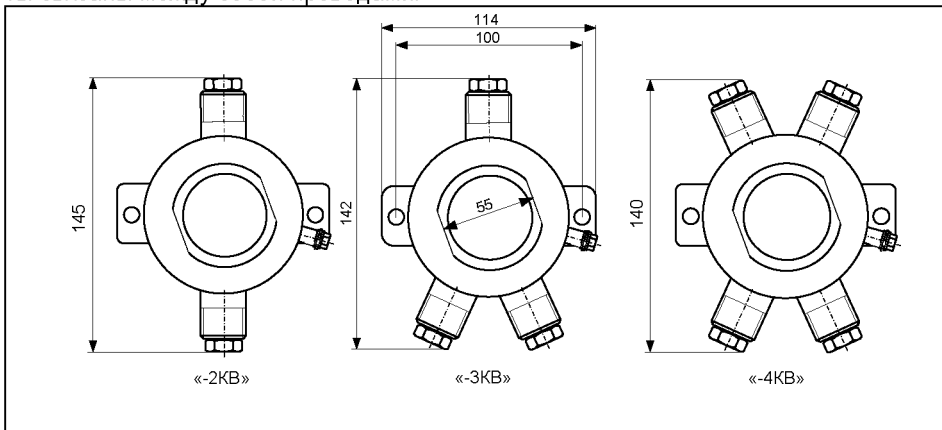
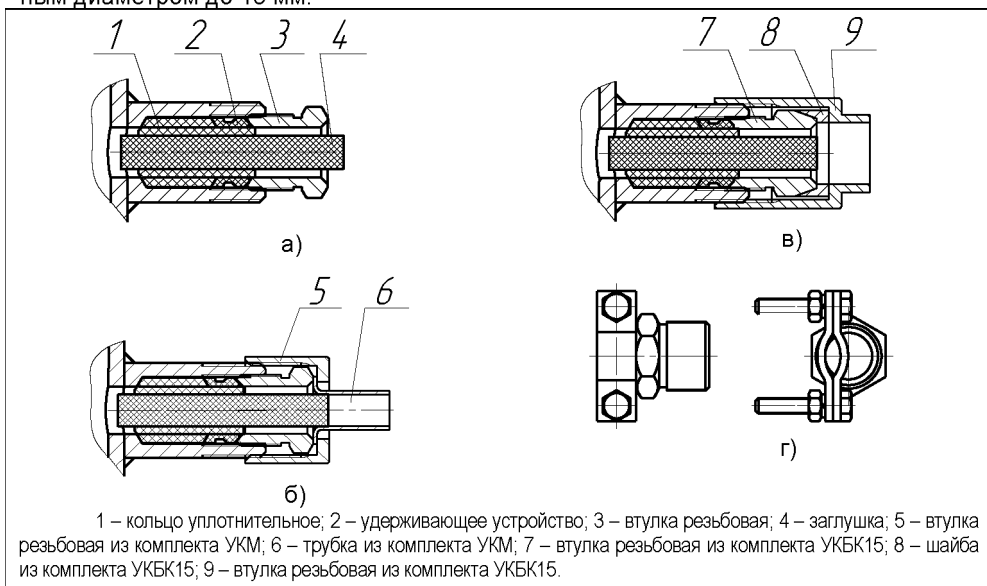

Рисунок 1 – Варианты исполнения корпуса
Рисунок 2 – Элементы кабельных вводов:
5.1.1 Адаптер (рис. 1) состоит из стального корпуса с кабельными вводами (число кабельных вводов – 2, 3, 4 – определяется вариантом исполнения), в котором размещены две печатные платы с элементами схемы, закрываемым навинчивающейся крышкой со смотровым окном. Герметичность корпуса обеспечивается резиновыми уплотнениями. На верхней плате расположена собственно схема адаптера ЛИН-RS232, винтовые клеммные зажимы и светодиодные индикаторы (см. рис. 2). На нижней плате располагается DC-DC преобразователь напряжения, осуществляющий питание схемы и выдающий напряжение в линию питания-связи устройств «СЕНС». Платы связаны между собой проводами.
5.1.2 Адаптер изготавливается с кабельными вводами **D12** (см.рисунок 2).
Кабельный ввод **D12** содержит (рисунок 2,а): кольцо уплотнительное 1, удерживающее устройство 2, втулку резьбовую 3, резиновую заглушку 4.
Комплекты **УКМ10, УКМ12** (устройство крепления металлорукава) состоят из втулки резьбовой 5 и трубка 6 (рисунок 2,б). Комплекты предназначены для крепления металлорукава с внутренним диаметром 10 мм (УКМ10) или 12 мм (УКМ12).
Комплект **УКБК15** (устройство крепления бронированного кабеля) состоит из втулки резьбовой 7, устанавливаемой взамен втулки 3, шайбы 8 и втулки резьбовой 9 (рисунок 2,в). Фиксация брони кабеля осуществляется между втулками 7 и 8 при наворачивании втулки резьбовой 9. Комплект предназначен для крепления бронированного кабеля с наружным диаметром до 15 мм.
Комплект **УК16** (устройство крепления) состоит из втулки резьбовой с хомутом (рисунок 2,г), устанавливаемой взамен втулки 3 и позволяет хомутом закреплять металлорукав или броню кабеля, а так же обеспечивать дополнительное крепление самого кабеля. Комплект предназначен для крепления кабеля, металлорукава с наружным диаметром до 16 мм.
Электрические соединения и герметизацию адаптера производить следующим образом (рисунок 2):